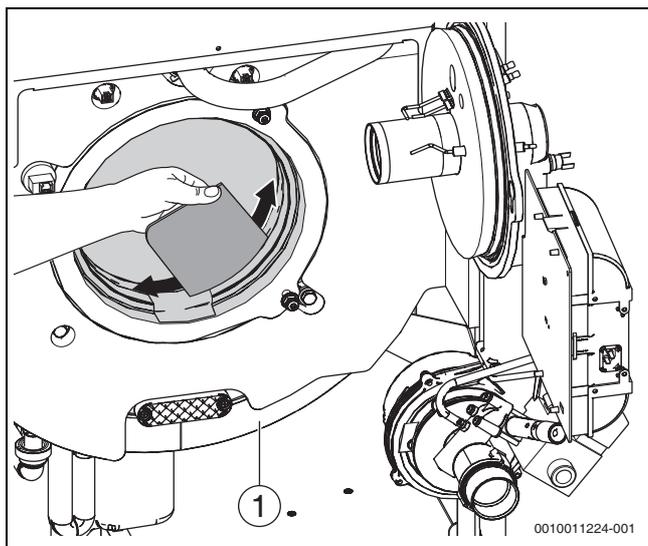
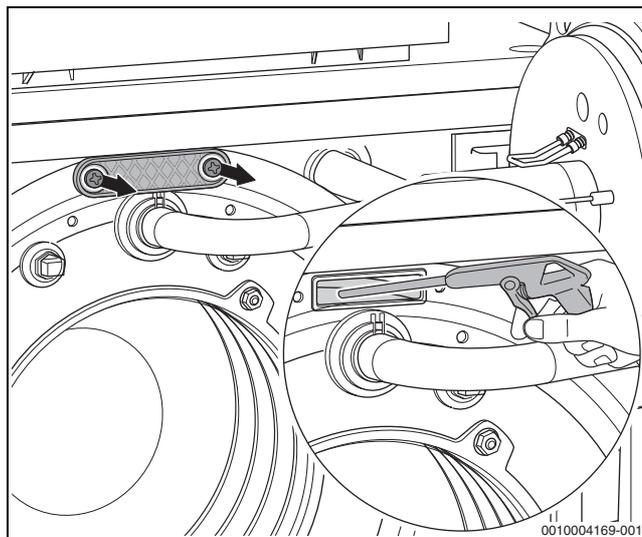

Fig. 70 Pulizia delle fessure dei gas scaldanti con una spatola per la pulizia
Fig. 71 Pulizia dello scambiatore di calore con lancia a spruzzo
- Togliere il coperchio di pulizia (→ fig. 70, pag. 42, [1] e fig. 71).
- Pulire i residui liberi con acqua (ad es. lancia a spruzzo) dalla camera di combustione e dal mantello dei gas combusti (→ fig. 71).
- Pulire le fessure di passaggio del gas scaldante con una spatola per la pulizia (→ fig. 70, pag. 42).